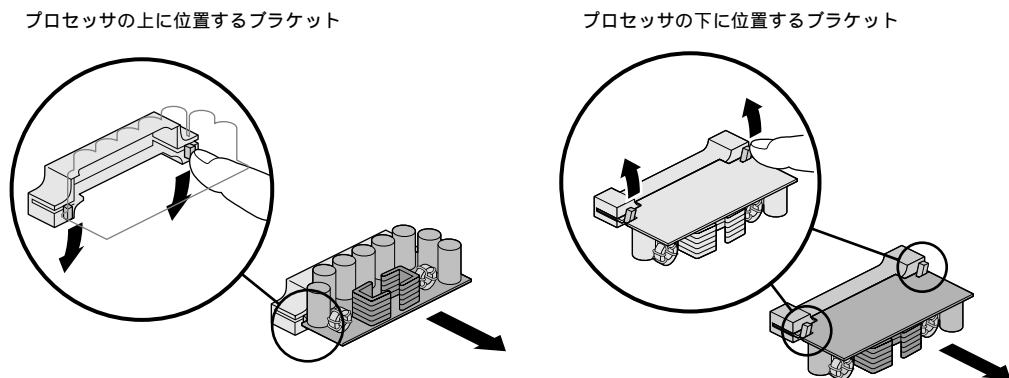

図 6-11 電圧レギュレータの取り外し
11. 電圧レギュレータブラケットの2つのタブを同時に押し上げまたは押し下げます。ブラケットの向きに応じて、上向きまたは下向きにタブを押します (図 6-11)。